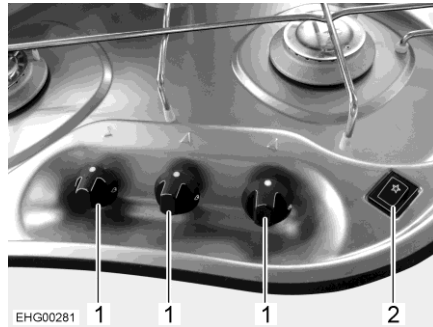

Fig. 97 Elementi di comando (fornello a gas)
- Ruotare il pomello girevole (Fig. 97,1) dell'impianto a fiamma libera desiderato in posizione accesa (fiamma alta).
- Premere l'interruttore a bilico (Fig. 97,2). Sul bruciatore vengono prodotte scintille.